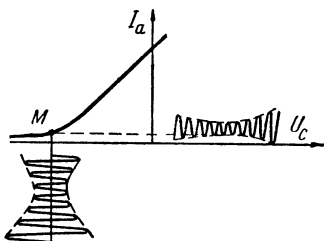

Рис. 43. В рабочей точке *М* переменные напряжения на сетке лампы создают выпрямленный ток в цепи анода.
**Л.** — Да. Однако выпрямление можно произвести также и другим способом, чем тот, с которым мы только что познакомились. Для этого можно использовать усиленную лампу, сетка которой находится под постоянным отрицательным напряжением от батареи  $B_c$  (рис. 42), при котором анодный ток лампы равен почти нулю (точка *М* на нижнем изгибе характеристики лампы на рис. 43).